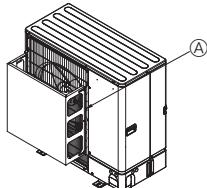
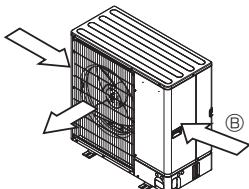

Fig. 2-5
Fig. 2-6
- ② Τοποθετήστε έναν προαιρετικό οδηγό αέρα, αν τρέκεται να εγκαταστήσετε τη μονάδα σε σημεία όπου υπάρχει το ενδεχόμενο να φυσούν απευθείας στο στόμιο εξαγωγής του αέρα πολύ δυνατού ανέμου κτλ. (Fig. 2-5)
- ③ Οδηγός αέρα
- ④ Εγκαταστήστε τη μονάδα με τρόπο ώστε ο αέρας που βγαίνει από το στόμιο εξαγωγής να φυσά κάθετα σε σχέση με την κατεύθυνση του ανέμου, εάν αυτό είναι δυνατό. (Fig. 2-6)
- ⑤ Κατεύθυνση ανέμου